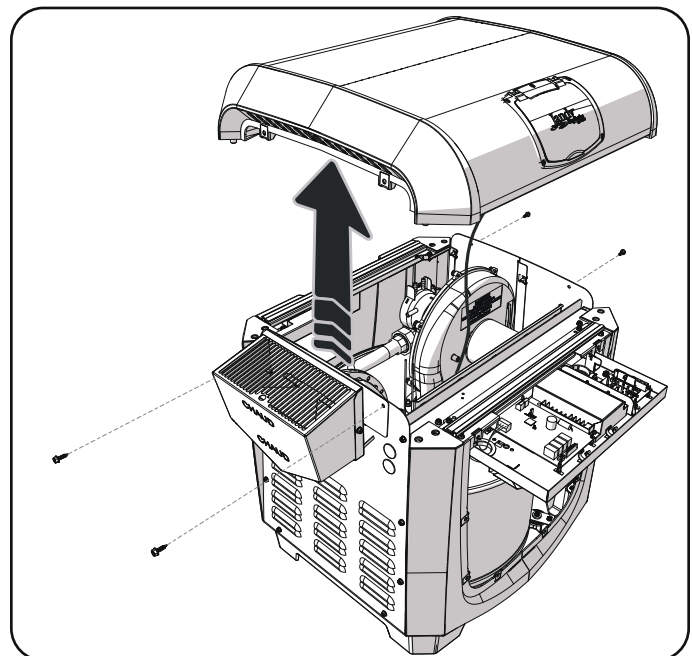

Figure 5. Retirer le panneau supérieur
- Retirez les 4 vis servant à maintenir en place le couvercle supérieur. Voir Figure 5.
- Retirez le couvercle supérieur en veillant à ne pas endommager ni forcer le câblage de l'interface utilisateur. Voir Figure 5.